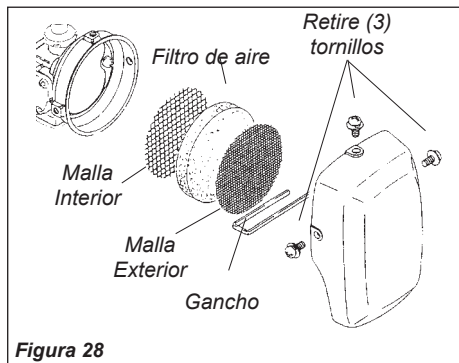

Figura 28
- Retire el filtro de aire del carburador y límpielo meticulosamente con agua y jabón. Deje que seque antes de reinstalarlo. Consulte la figura 28.